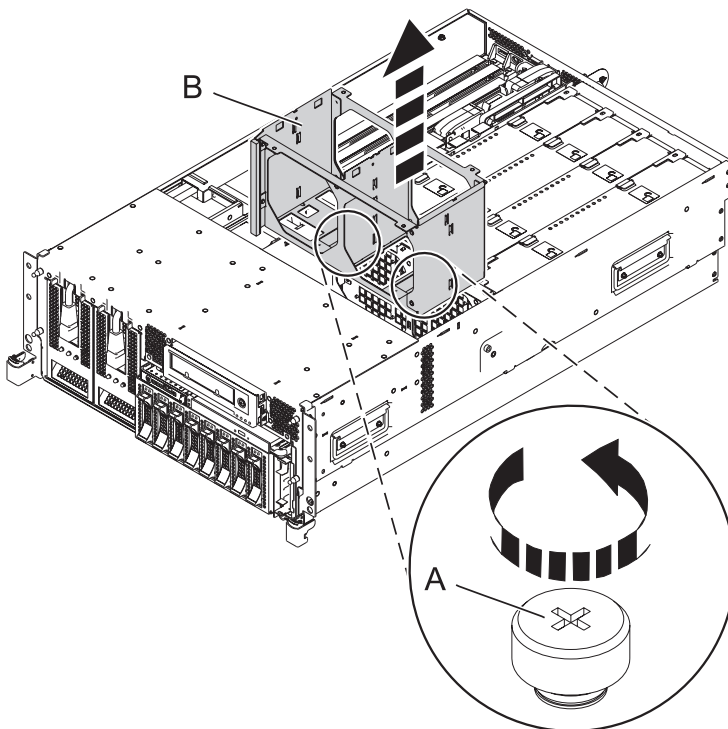

Abbildung 4. Ventilatorrahmen aus System ausbauen
- c. Möchten Sie den Ventilatorrahmen ausbauen, lösen Sie die beiden Rändelschrauben (A) und heben Sie den Ventilatorrahmen (B) aus dem System (siehe Abb. 4).